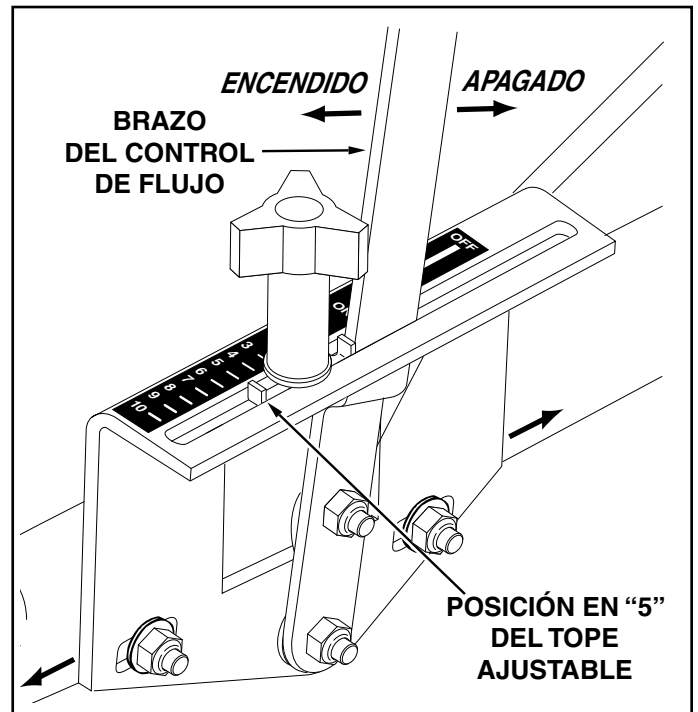

FIGURA 15
28. Coloque el soporte de montaje del control de flujo (Figura 15).
(Véase la Figura 15 en la página 7).